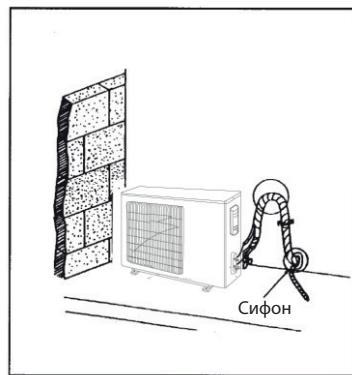

Рис. 16
- Все трубы необходимо связать и обернуть лентой. Для предотвращения течения воды обратно в помещение в дренажной трубе следует установить сифон (см. рис. 16)